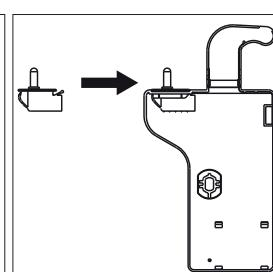

Fig. 4
- ▶ Montez le contact de porte dans le cache-charnière (27) fourni en le clipsant (fig. 4). Rangez le cache-charnière dans un endroit sûr pour une utilisation ultérieure.